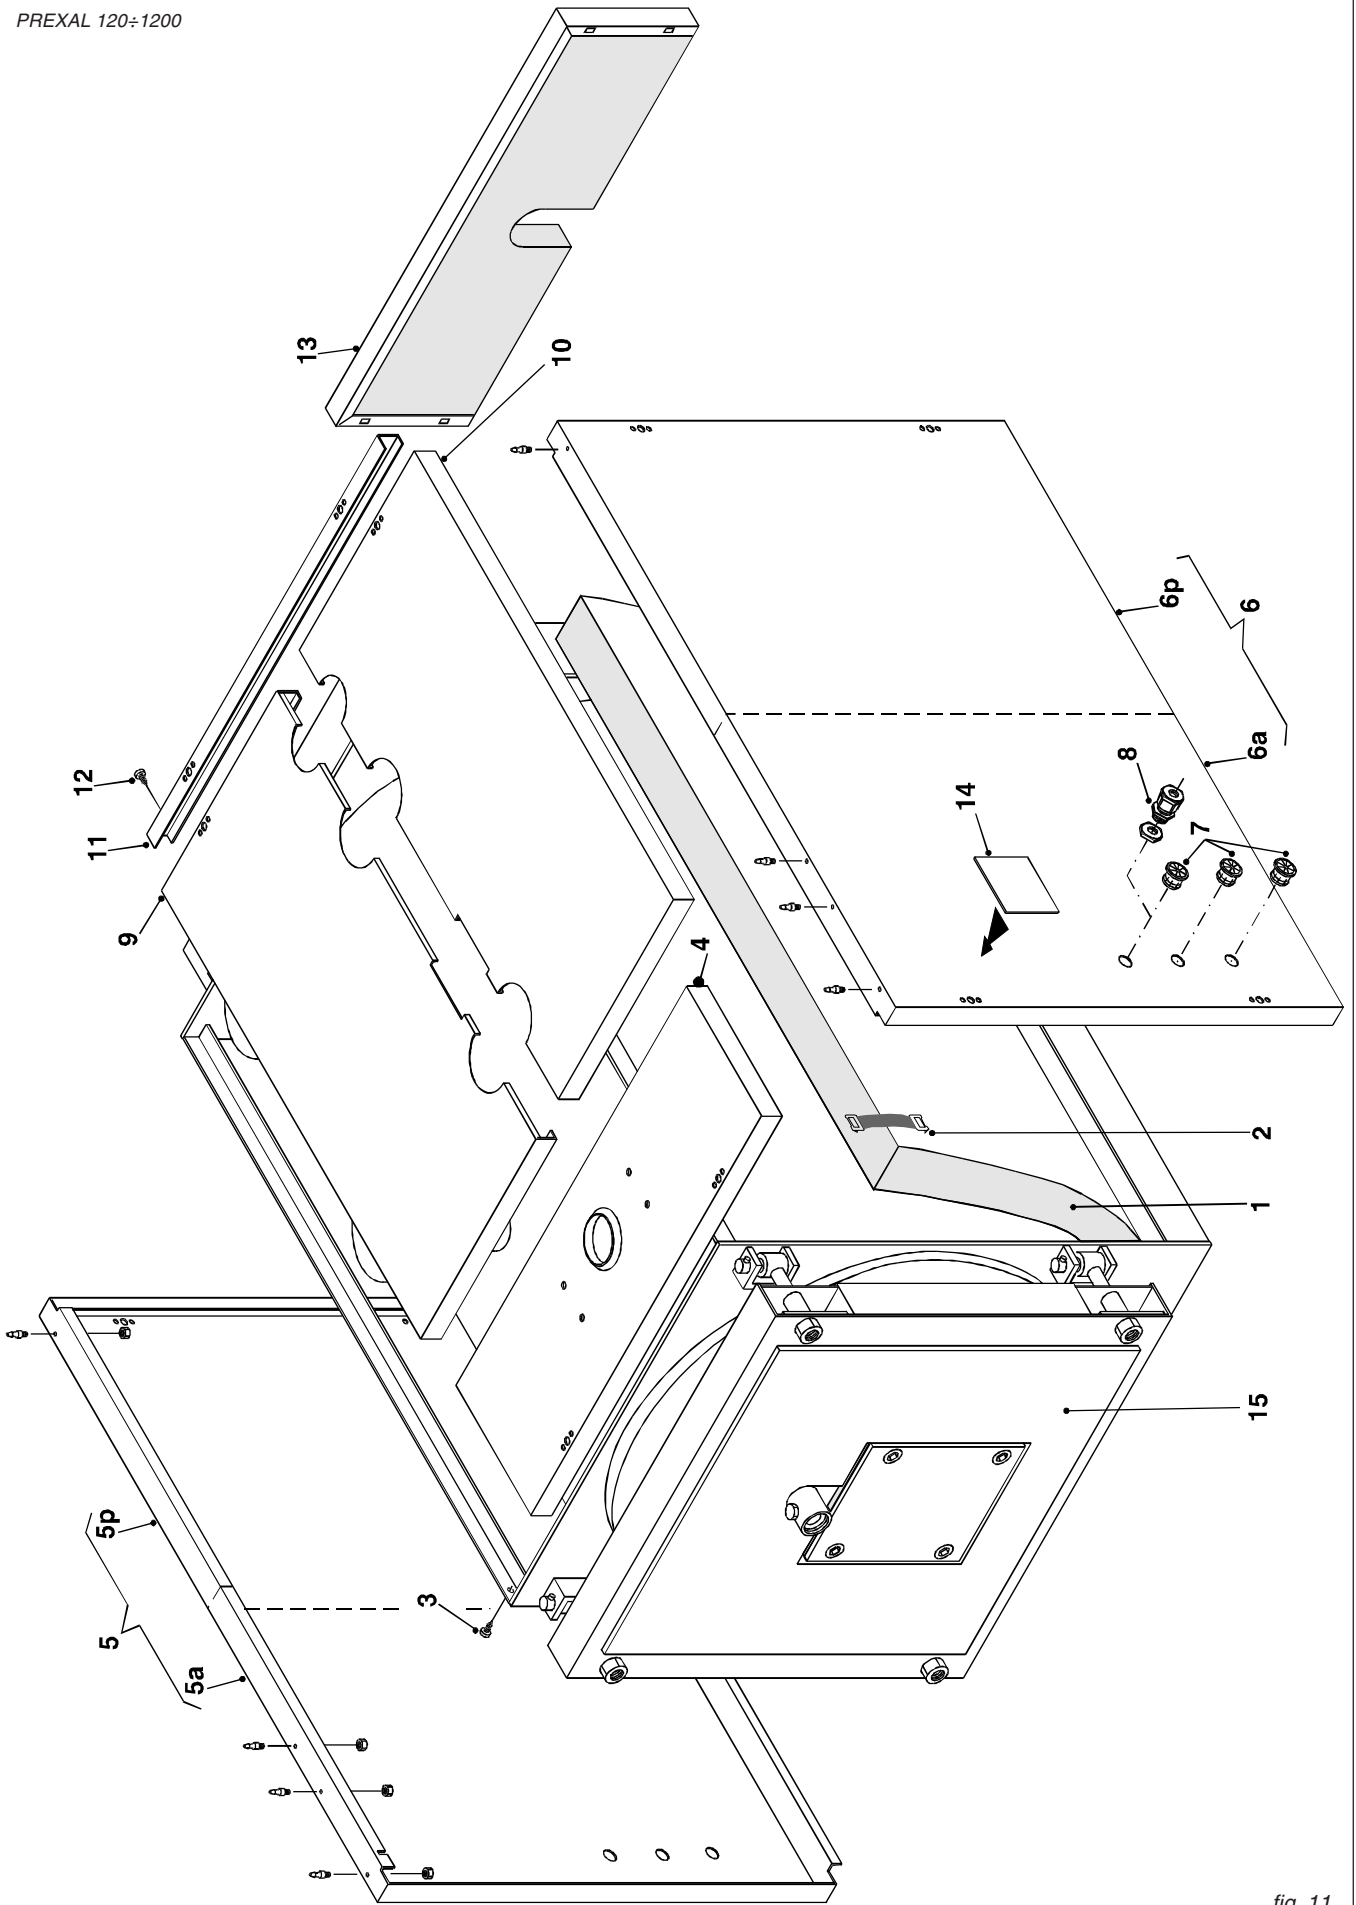

fig. 11
N.B. Per i modelli compresi tra **P120** e **P500** (rif. fig. 11), il mantello e l'isolamento sono contenuti in 1 imballo marcato:
N.B. Per i modelli compresi tra **P600** e **P1200** (rif. fig. 11), il mantello e l'isolamento sono contenuti in 3 imballi marcati:
Sequenza di montaggio (Rif. fig. 11)